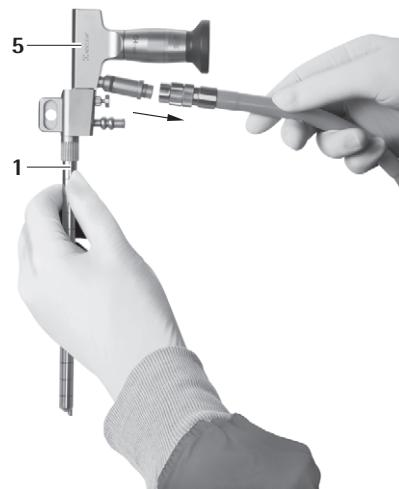
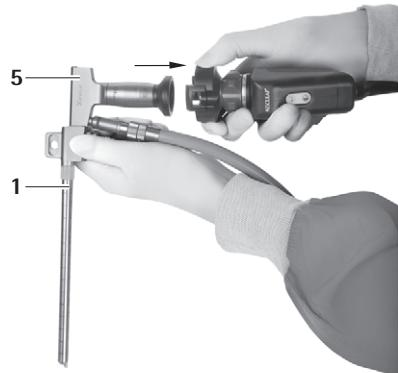

Рис. 7
Рис. 6
- Отсоединить камеру и световой кабель от эндоскопа 5, см. Рис. 6 и см. Рис. 7.